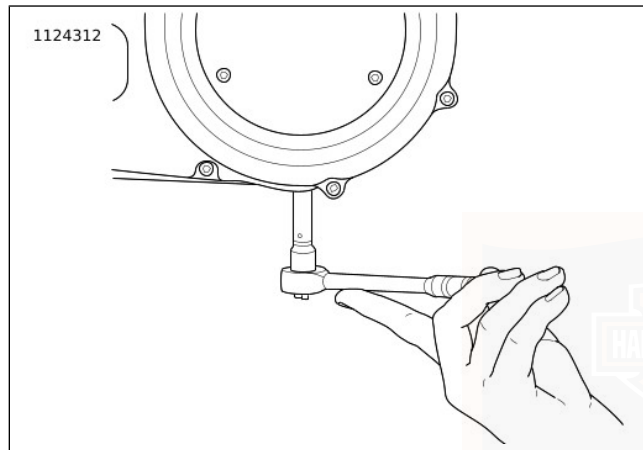

Figura 53. Extracción/instalación del tapón de drenaje del guardacadena
3. Vea Figura 53. Drene el guardacadena primario.